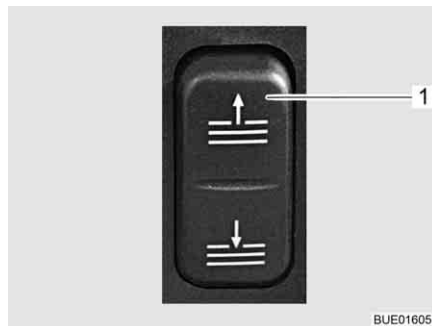

Fig. 37 Interrupteur pare-soleil
- Appuyer sur la partie supérieure ou inférieure de l'interrupteur (Fig. 37,1). Le pare-soleil se déplace vers le haut ou le bas tant que l'interrupteur reste pressé.